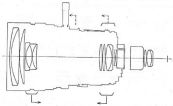

図15 R10ズーム構成
- R10/R8はこの分類のうち3.の方式を採用している。図15はR10のレンズ系である。一般のズームリングは図のように2組の変倍系レンズをある共役関係を保ちながら動かすことで行なわれるが、このズームレンズとしての共役関係をくずし変倍系レンズを移動させると、カメラにごく近い物体にピントを結ぶようになる。